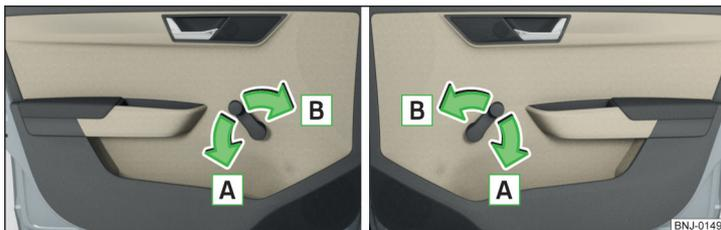

Fig. 38 Operación de las ventanas: izquierda/derecha
- Para **abrir**, girar la manivela en el sentido de la flecha **A** » fig. 38.